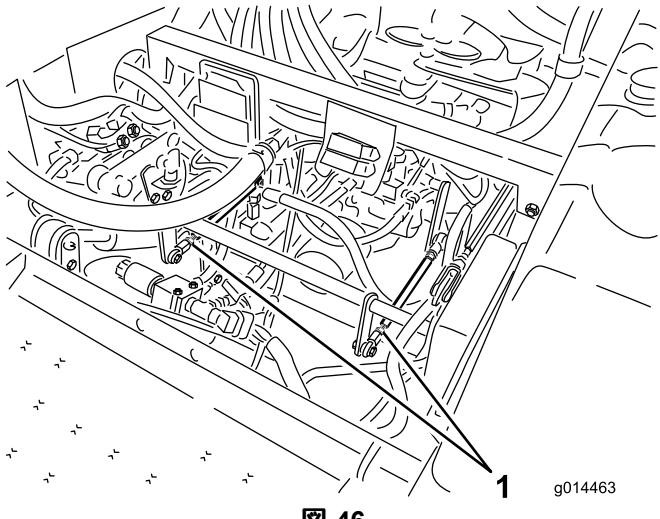

図 46
- 左後タイヤが回転している場合には、左側トランスミッション・コントロールロッドのジャムナットをゆるめる図 46。